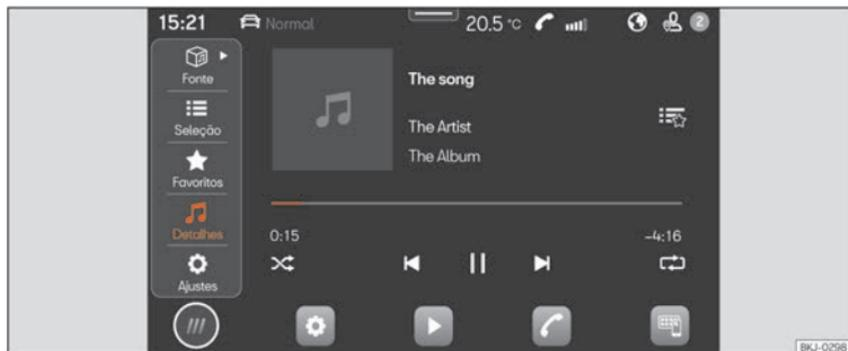

Fig. 131 Esquema: Vista Multimédia
- Pressione **HOME** > ► >>> Fig. 131.